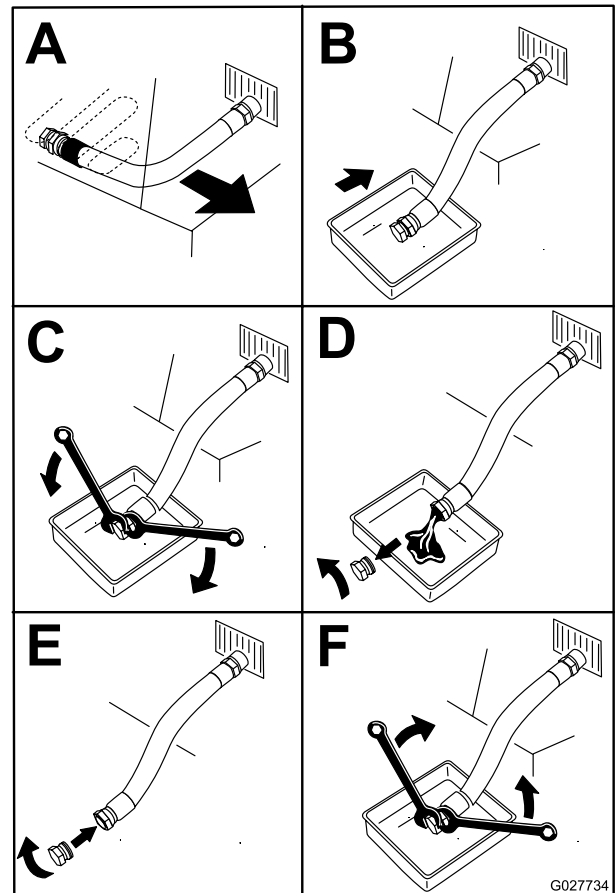

Figure 30
- Vidangez l'huile comme montré à la Figure 30.